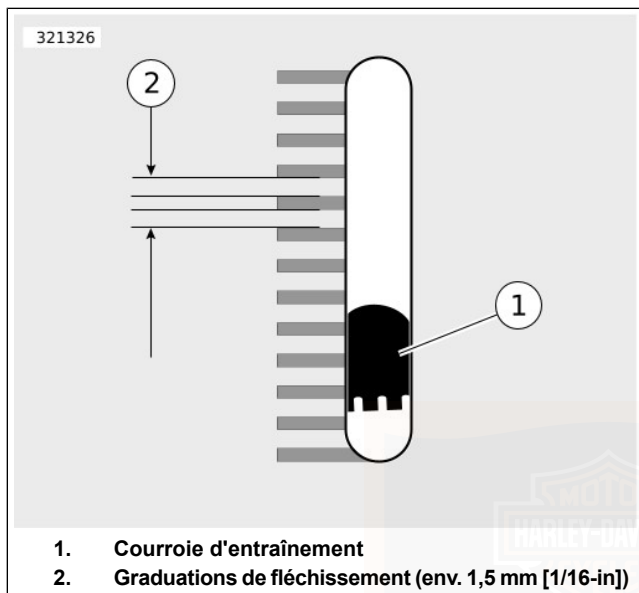

Figure 48. Fenêtre de fléchissement de la courroie
b. **Tous les autres modèles** : voir Figure 48. Mesurer le fléchissement de la courroie (4) tout en immobilisant la jauge.